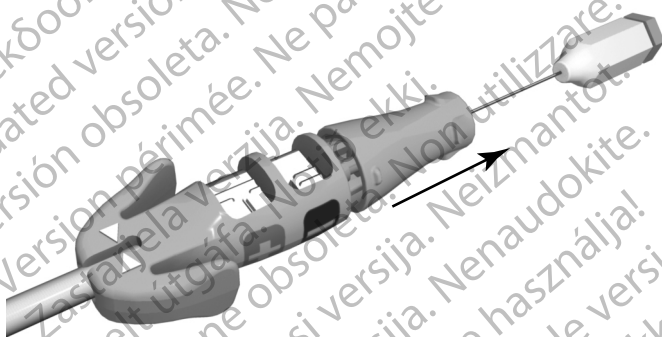

Figura 5. Cabezal de fijación de la herramienta de conexión suelto
3. Retire el cabezal de fijación del extremo terminal del conector antes de insertar el cable en la vena (Figura 5 Cabezal de fijación de la herramienta de conexión suelto en la página 20).